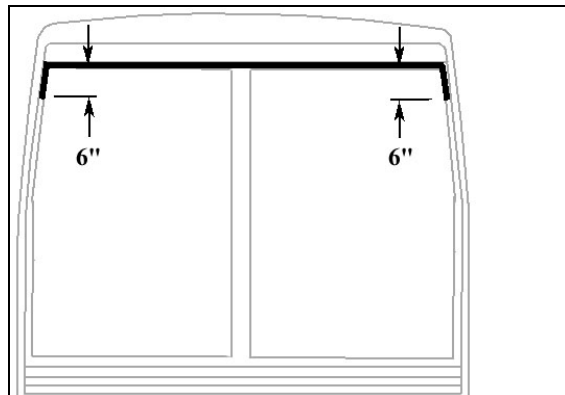

FIGURE 94 : APPLICATION DE SIKA 221 NOIR
- Appliquer du Sika 221 noir (Figure 94) entre la fibre de verre et la pièce extrudée en caoutchouc.